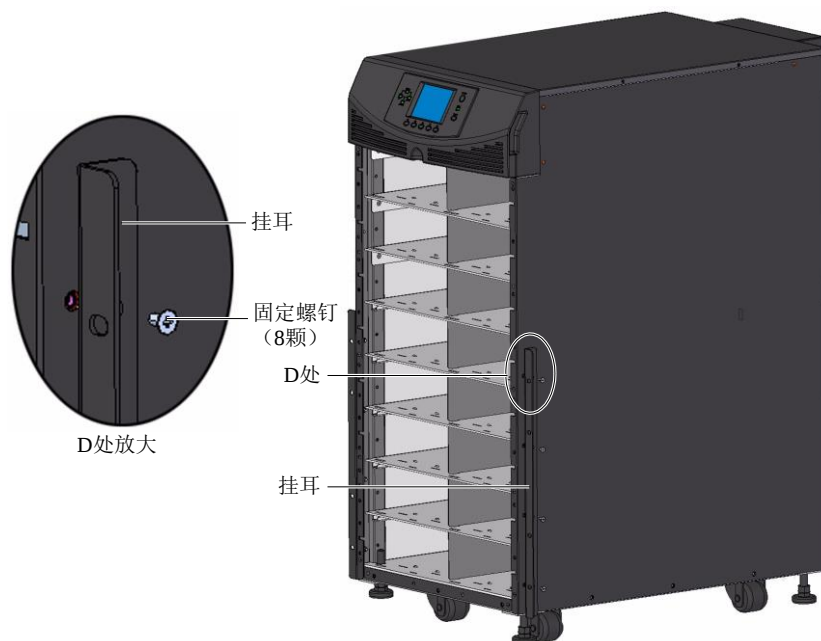

图2-10 挂耳安装
4. 将 UPS 机柜两个侧板前方的 8 颗螺钉拆下，并用其将挂耳安装在 UPS 机柜的两侧，如图 2-10 所示。